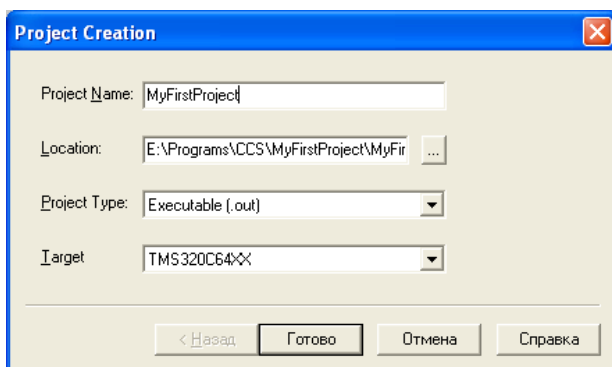

Рис. 8. Диалоговое окно Project Creation
2. Зайдите в меню **Project** и выберите пункт **New...**, откроется диалоговое окно **Project Creation** (рис. 8).
7. После того как все поля в диалоговом окне **Project Creation** (см. рис. 8) будут заполнены, нажмите на кнопку **Finish**.